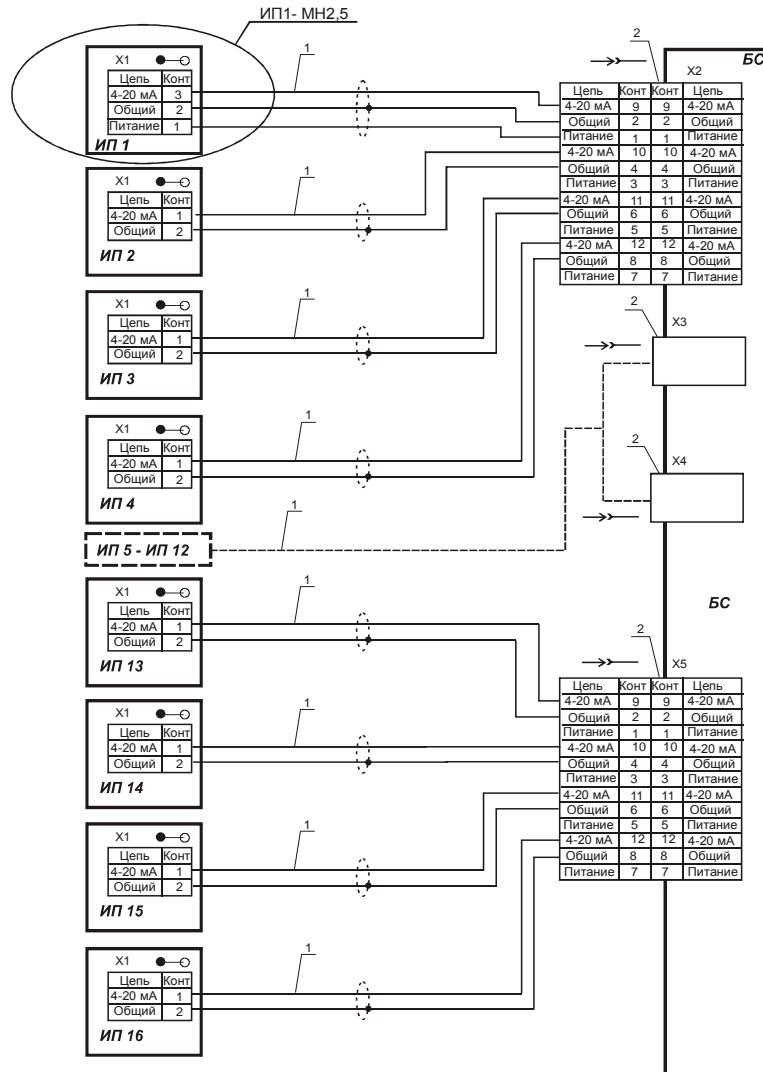

РИС. 6
2. Соедините разъем X1/РК-4 с разъемом X2/БС (Х3/БС, Х4/БС, Х5/БС, см. рис. 6 РЭ) с помощью кабеля соединительного. Используя вилку кабельную 2РМ24КПН10Ш5В, изготовьте кабель для подключения к разъему X3/РК-4 устройства для измерения токового сигнала 4–20 мА.